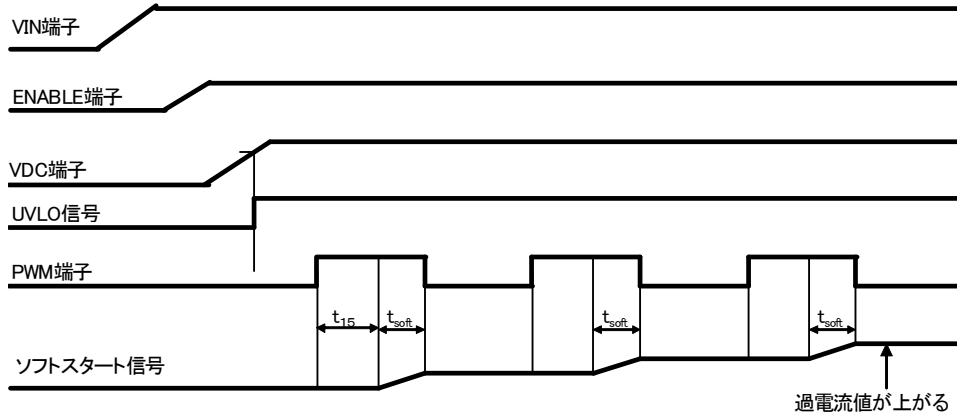

Figure 25. ソフトスタート
- ENABLE 端子 L->H 後レギュレータ (VDC)が動作します。UVLO 解除後内部回路は動作します。UVLO 解除後昇圧する時はソフトスタート機能が動作します(P9, Figure 15.参照)。ソフトスタート回路は Figure 25.のように t_{15} (15 μ s 以上) が必要です。ソフトスタートは t_{soft} 時間動作します。ソフトスタート終了までは PWM 端子の H 幅を 15 μ s 以上にしてください。